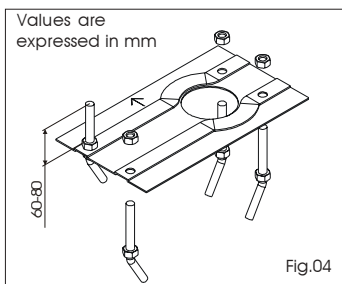

Fig.04
- Assembler la plaque de fondation d'après la Fig. 04